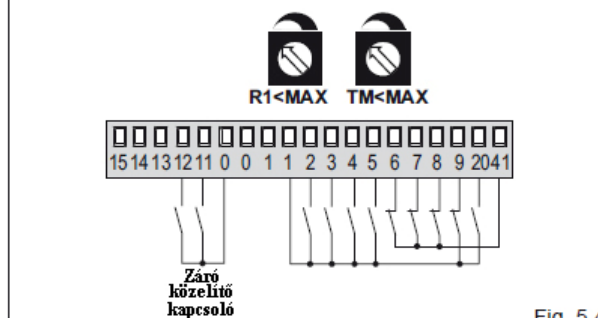

Fig. 5.4
- (Fig. 5.4) Az ajtószárnyak nekimennek a mechanikai végállásoknak, és akadály érzékeléskor ellenirányú mozgás jön létre.